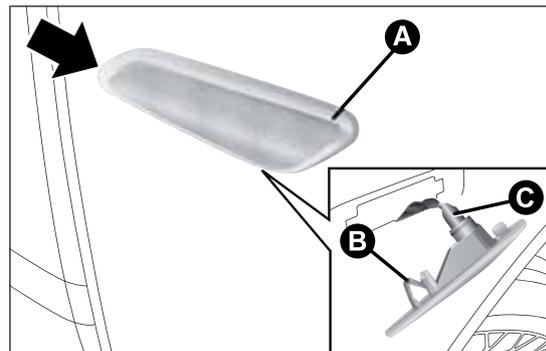

fig. 134
- agire sul trasparente A fig. 134 in modo da comprimere la molletta B, quindi sfilare il gruppo verso l'esterno;